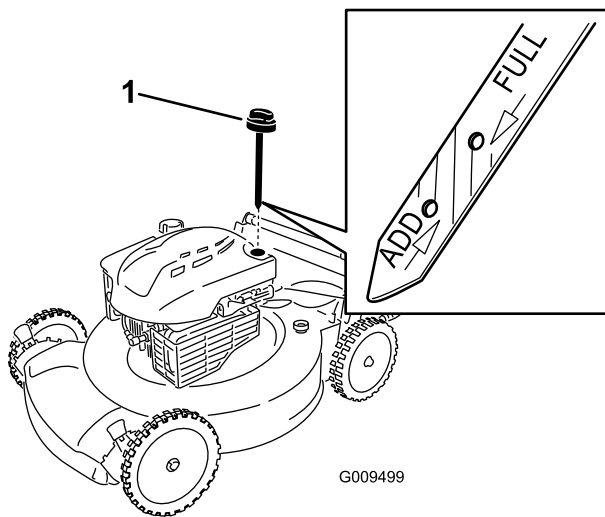

Рисунок 24
2. Извлеките масломерный шпунт (Рисунок 24).
4. Медленно заливаете масло в маслозаливной патрубкок до соответствующей отметки **Full (Полный)** на масломерном щупе (Рисунок 24). Не допускайте переполнения.